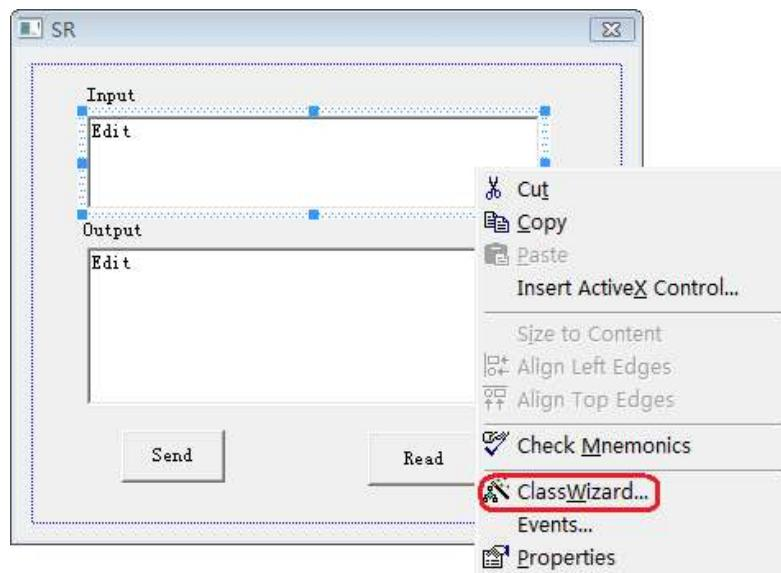

图 4-1-5
(2)添加两个 Edit 控件，分别添加变量 m_send 和 m_read。如图 4-1-5 和 4-1-6 所示。